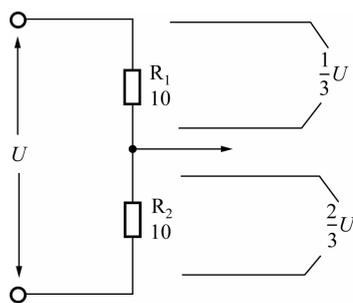

图 1-1-6 电阻器分压
(1)如图 1-1-6 所示,电阻器  $R_1$  和  $R_2$  构成一个分压器。由于两个电阻串联,通过这两个电阻的电流相等,而电阻上的压降  $U=IR$ ,因而  $R_1$  上压降为  $\frac{1}{3}U$ , $R_2$  上压降为  $\frac{2}{3}U$ ,实现了分压(负载电阻的阻值必须远大于  $R_1$ 、 $R_2$ ),分压比为  $R_1/R_2$ 。